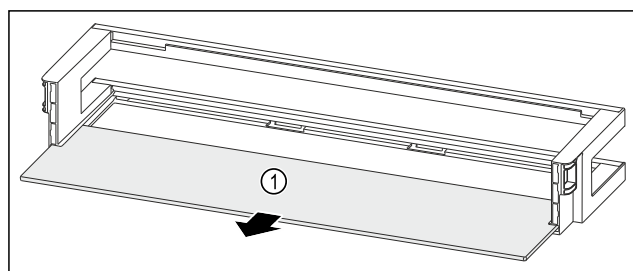

Fig. 263 Balconnet de contre-porte avec tablette de rangement
- Retirer la tablette de rangement Fig. 263 (1).